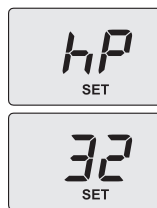

Figura 8.8
- Utilice los botones 4 o 5, en el display LCD las letras **hP** se alternan con el valor de temperatura mínima del agua de calefacción (ej.32) y aparece el mensaje "SET", indicando que se ha entrado en la activación de la "función deshollinador" a la potencia mínima en calefacción (Figura 8.8).